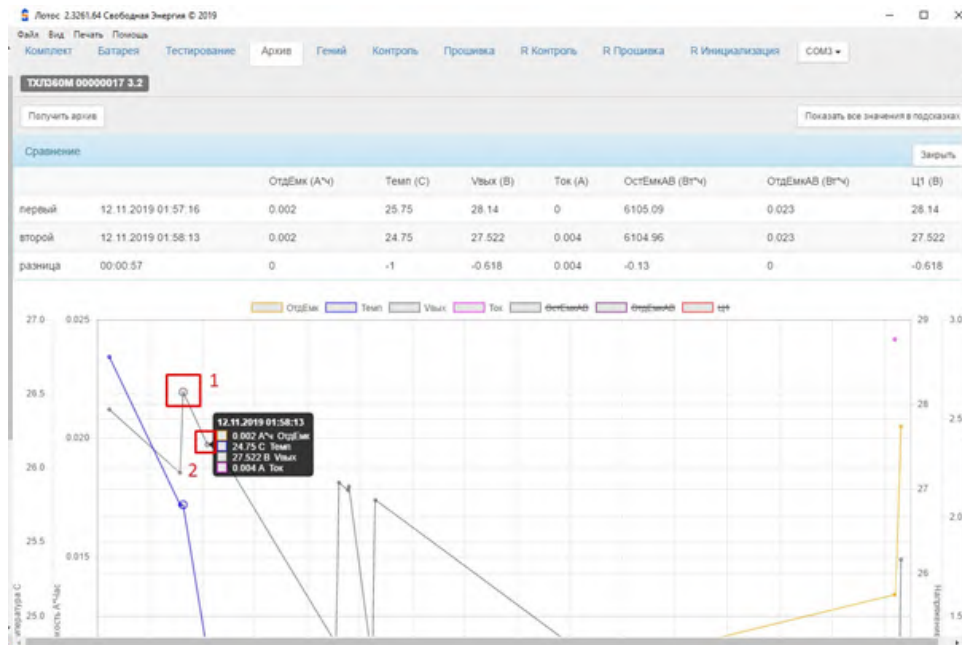

Рисунок 17. Сравнение двух точек графика
- Сравнение двух точек графика для анализа изменения параметров (рисунок 17). Для
сравнения параметров требуется нажать на первую точку графика (обозначено 1 на рис.17), затем навести курсор на вторую точку графика (обозначено 2 на рис.17). Над областью графиков появится окно «Сравнение», в котором отобразятся значения параметров двух точек и разница между этими значениями.